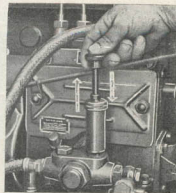

Fig. 34
- 2.º Bombée el gasoil necesario (fig. 34).